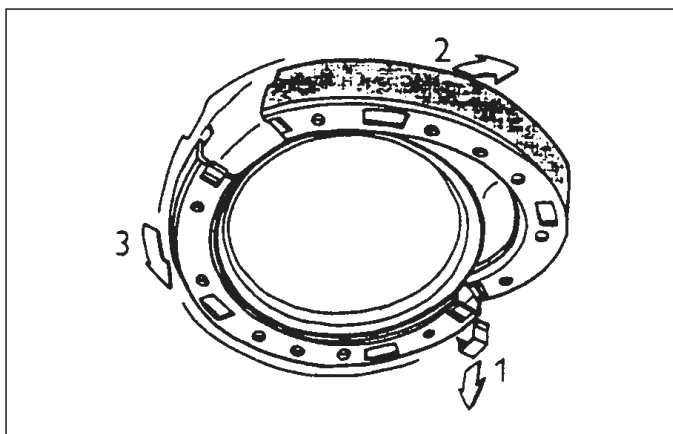

Fig. 18
- Sustituir la brida anular, ver la fig. 18.